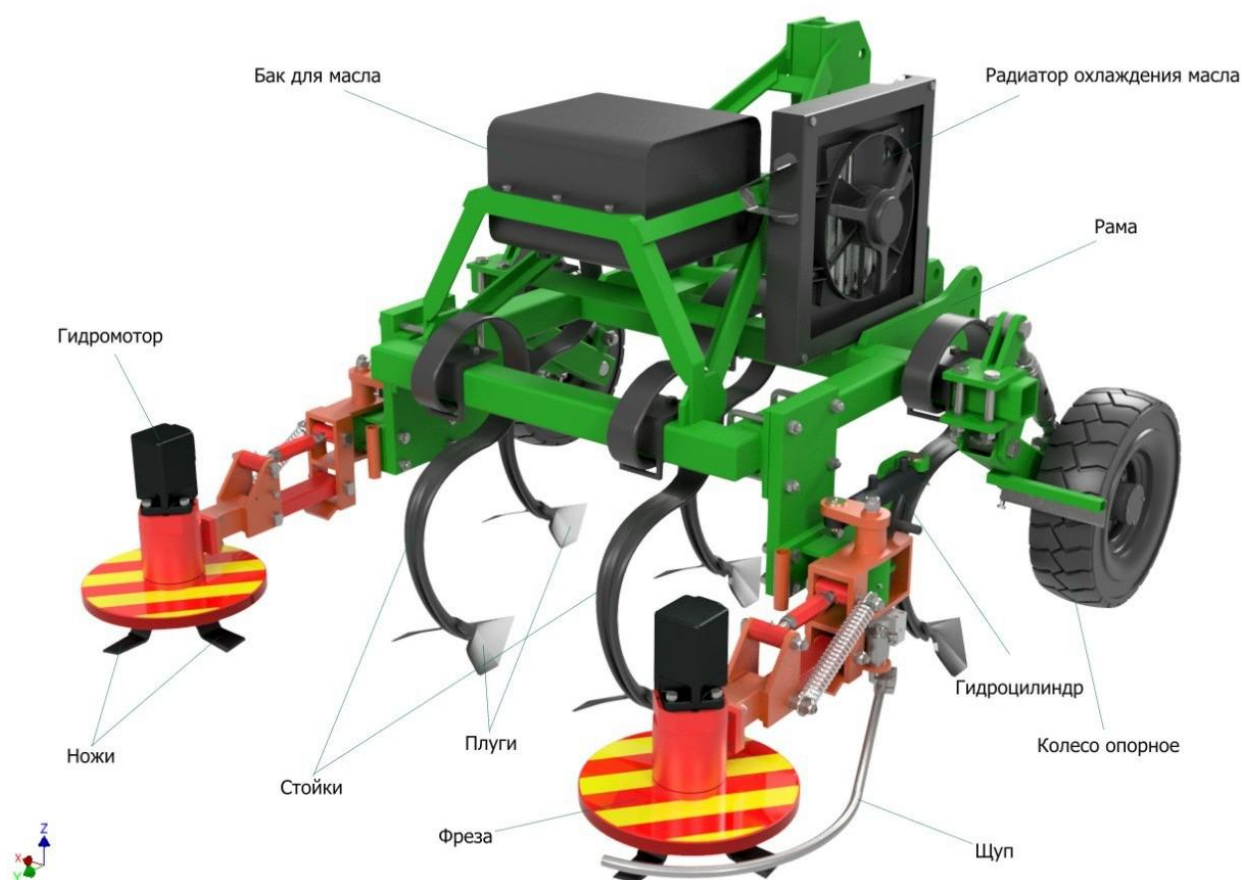

Рисунок 1. Культиватор навесной виноградниковый ЛУЧ-КМФ-2500.
2.2 Культиватор состоит из следующих основных частей (рисунок 1):